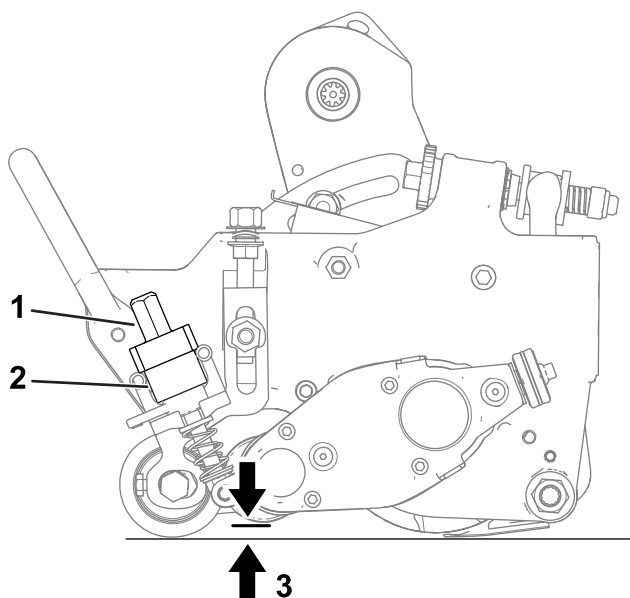

Figura 19
- A. Certifique-se de que as alavancas de libertação rápida (**Figura 19**) estão na posição de OPERAÇÃO (ou seja, a alavanca está virada na direção da frente da unidade de corte).
- B. Na extremidade do cilindro do rastelo, meça a distância que vai da ponta da lâmina mais baixa do dispositivo até à superfície de funcionamento (**Figura 19**). Rode o manípulo de ajuste da altura (**Figura 19**) para levantar ou baixar a ponta da lâmina do rastelo, até à altura desejada.